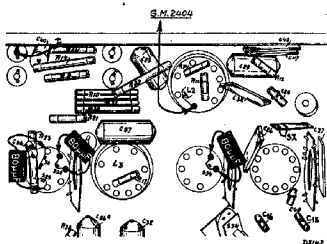

Fig. 3
3. Automatische volumeregeling uitschakelen door C40 kort te sluiten (Zie fig. 3).
6. 3e M.F.-kring verstemmen door een condensator van 80 μF parallel te schakelen aan S28 (fig. 3).
8. 4e M.F.-kring verstemmen door een condensator van 80 μF parallel te schakelen aan S29+S30 (fig. 3).
10. 1e M.F.-kring verstemmen door een condensator van 80 μF parallel te schakelen aan S24 (fig. 3).
7. GM 2404 aansluiten aan de anode van L2 (zie fig. 3). Outputindicator aansluiten achter aperiodische versterker.
12. C15 (fig. 3) trimmen op maximale output.